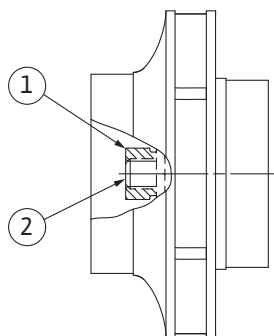

Fig. 107: Juoksupyörän mutterin oikea asento asennuksen jälkeen
8. Pidä kiinni akselistä kiintoavaimella (avainväli 22 mm) ja kiristä juoksupyörän mutteri määrätetyllä kiristysmomentilla (katso taulukko "Kiristysmomentit" [► 26]). Mutterin (Fig. 107, pos. 1) pitää olla suunnilleen samassa tasossa, $\pm 0,5$ mm, akselin pään (Fig. 107, pos. 2) kanssa. Jos näin ei ole, irrota mutteri ja toista käsittelyvaiheet 4–8.
9. Ota kiintoavain pois ja asenna suojalevy (Fig. I, pos. 27) takaisin.